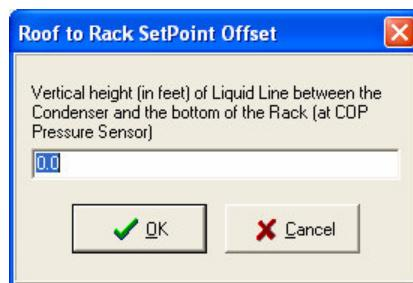

Figure 32 – Ajustement de la température de retour du condenseur
- **OAT Adjustment** : Permet d'ajuster la valeur de d'entrée de la température entrante de l'extérieur (Figure 32).